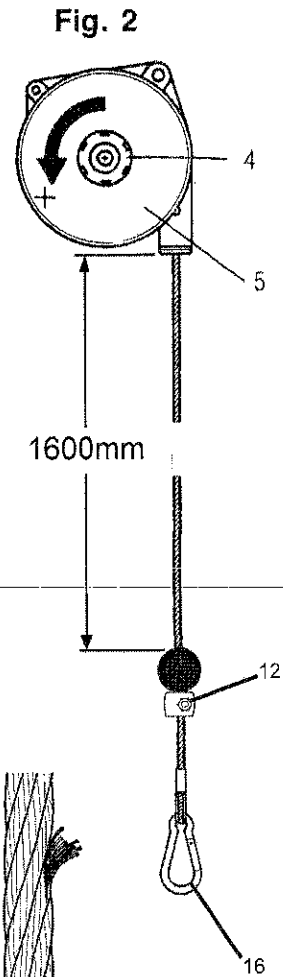
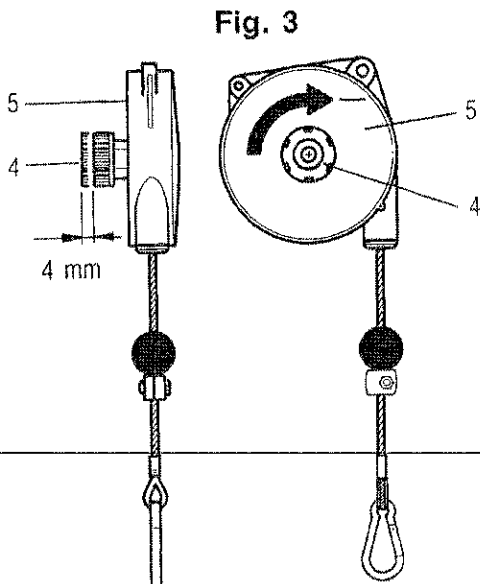

Fig. 2
Fig. 3
Para equilibrar cargas mayores dentro de la capacidad de carga permitida, gire el pomo (4) (Fig.2) (en sentido levógiro, identificado por el símbolo "+"; la regulación no es continua, sino a saltos), después de cada salto el pomo (4) debe volver a ponerse en contacto con la placa (5) (Fig.2). Para equilibrar cargas más ligeras extraiga el pomo (4) y, manteniéndolo bien apretado, gírelo tal como se ilustra en la (Fig.3) después de cada salto el pomo debe volver a ponerse en contacto con la placa (5) (Fig.3).
La carga a equilibrar se deberá colgar al mosquetón (16) (Fig.2). Verifique que, después de la aplicación de la carga, el mosquetón quede bien cerrado.
Si es necesario, desplace y fije la abrazadera (12) (Fig.2) para limitar el recorrido hacia arriba.
**No desenganche la carga si la abrazadera (12) (Fig.2) no está apoyada a la grapa del cable (POSICIÓN VISIBLE EN FIG.2)**